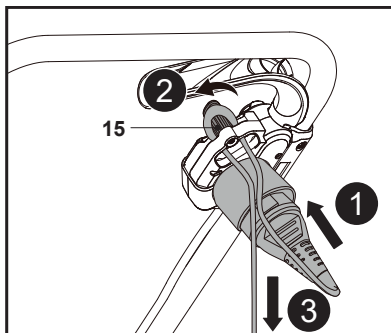

Fig. 9
1. Connecter l'extrémité de sortie de la rallonge à la prise d'alimentation de la tondeuse. Faire une boucle avec la rallonge et accrocher la boucle sur le dispositif de protection du cordon (15). (Fig. 9, étapes 1, 2).
2. Tirer doucement sur la rallonge pour vérifier qu'elle est bien fixée (Fig. 9, étape 3).